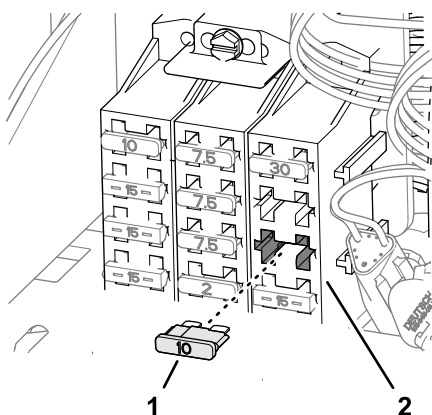

Figure 145
8. Insérez le fusible (10 A) dans l'emplacement sur le porte-fusibles (Figure 145) correspondant au circuit d'alimentation des options que vous avez utilisé à l'opération 5.